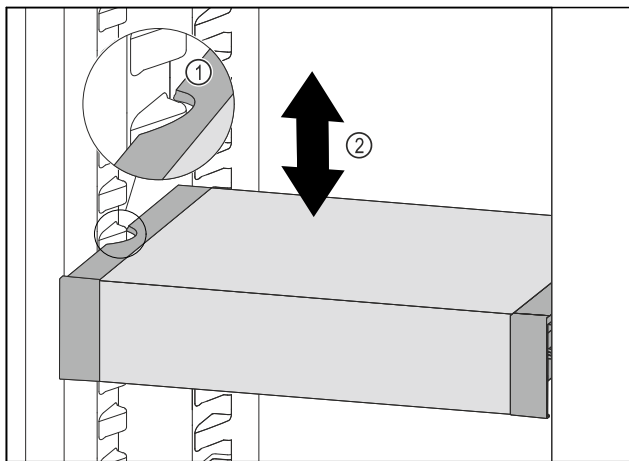

Fig. 111
- Trekk VarioSafe forover, til utsparingene på sidene av VarioSafe er på nivå med rillene i kjøleskapet. Fig. 111 (1)
- Flytt VarioSafe oppover eller nedover i kjøleskapet, til ønsket høyde er nådd. Fig. 111 (2)